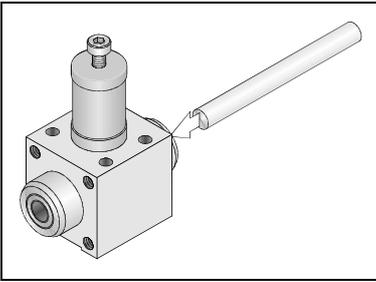

Bild 12 / Fig. 12
- Schieben Sie das Rundmaterial oder die Kolbenstange in die Klemmeinheit (Bild 12).
- Push the round material or the piston rod into the clamping unit (Fig. 12).